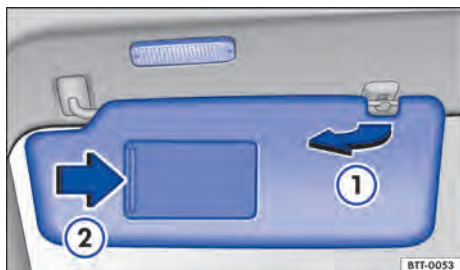

Fig. 70 Para-sol.
- Retirar o para-sol cuidadosamente do suporte e girar na direção das portas → Fig. 70 ①.
No para-sol rebatido para baixo há um espelho de cortesia atrás de uma cobertura. Ao abrir a cobertura → Fig. 70 ② uma lanterna se acende.